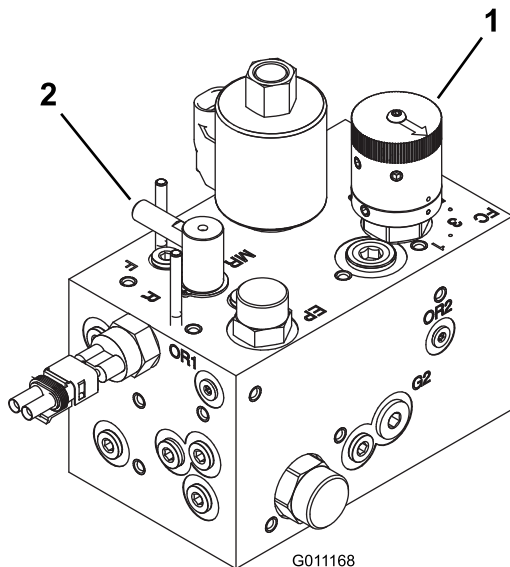

Bild 75
3. Drehen Sie das Läppen-Handrad auf Läppen (R). Drehen Sie dann das Handrad zur Spindeldrehzahl auf Position 1. Weitere Informationen finden Sie unter Bild 75.